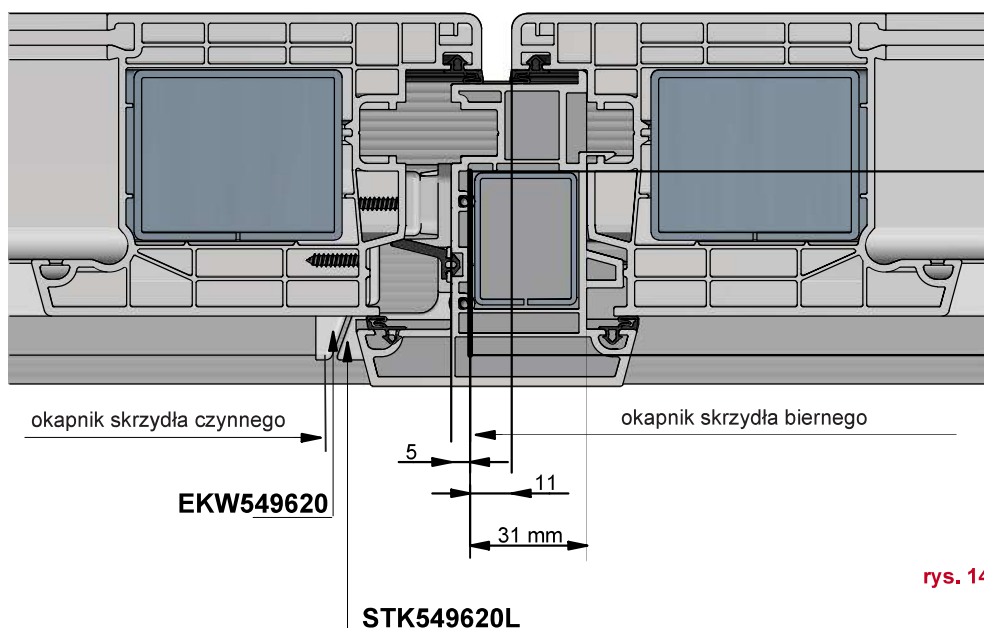

rys. 13
- Przykręć końcówkę STK wkrętami ze stali nierdzewnej 3,5 x 19 mm od strony zamykającej do skrzydła, uprzednio uszczelnij silikonem. (rys. 13)